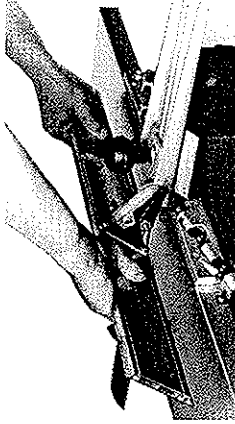

Bild 3
Zum Herstellen schräger Kanten und zum Bearbeiten von schrägen Flächen kann man die Platte des Anschlags nach Lösen des Klemmhebels (11) im Winkel bis zu 45° schräg stellen. Man schiebt den Anschlag dazu (wie in Bild 3) mit der Unterkante der Platte nach vorn.